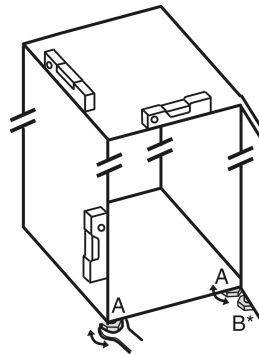

Fig. 2
- Dévisser les pieds réglables Fig. 2 (A) avec la clé plate fournie et utiliser un niveau à bulle pour vérifier que l'appareil est bien plan.
- ▶ Dévisser le pied réglable Fig. 2 (B) du support de palier avec la clé plate fournie jusqu'à ce qu'il touche le sol.
- ▶ Tourner le pied réglable Fig. 2 (B) de 90° supplémentaires.